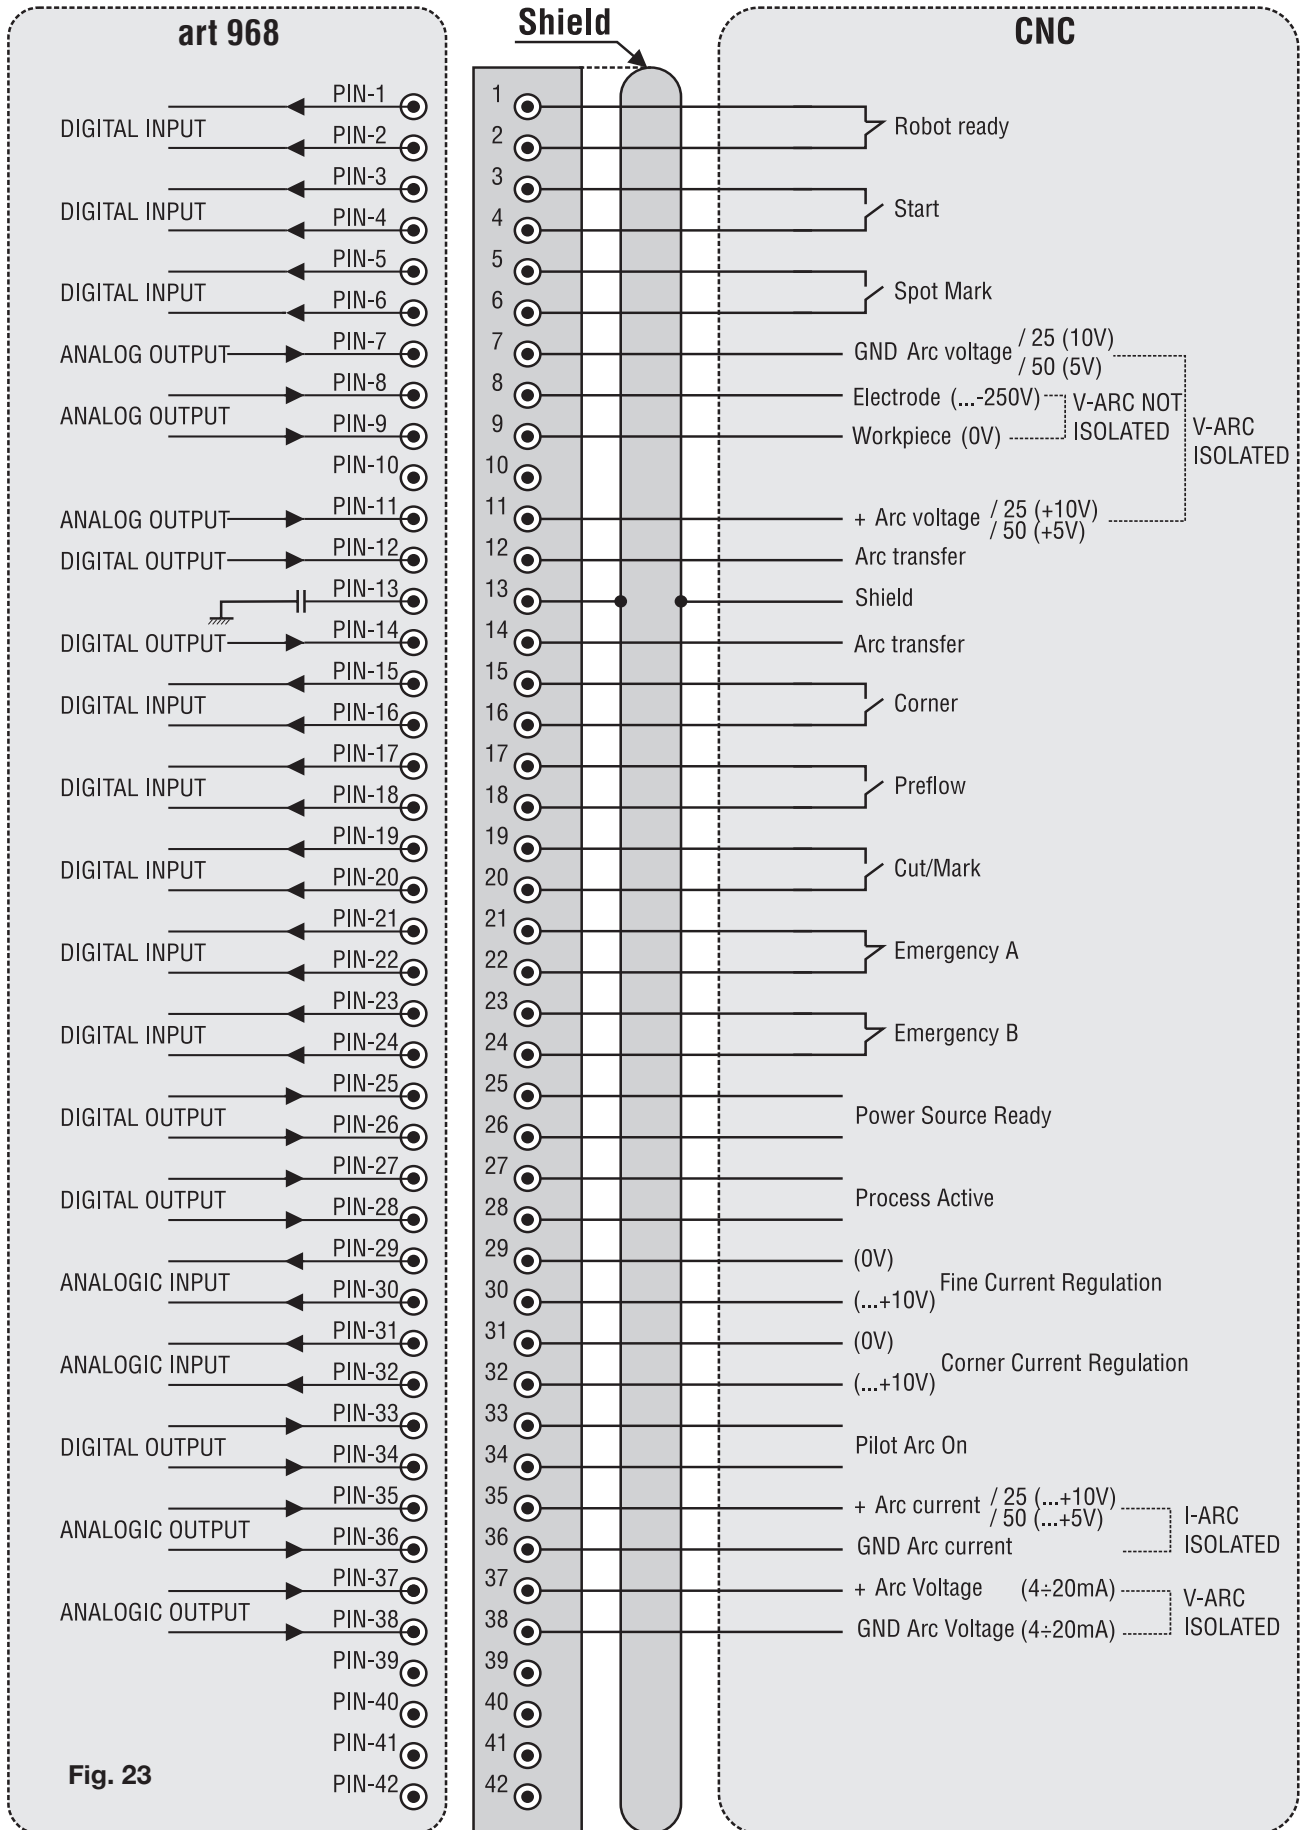

Fig. 23
5.1 Kit opzionale (art. 425) Per la connessione al pantografo (fig. 23)